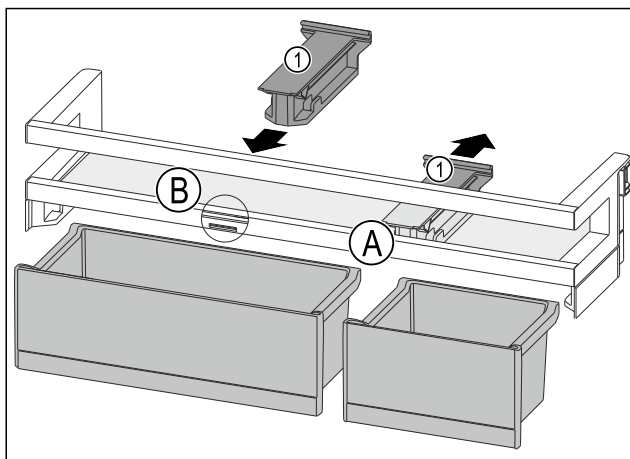

Fig. 126
- Pidržni dio Fig. 126 (1) u položaju Fig. 126 (A) skinite prema natrag.
- Pidržni dio Fig. 126 (1) umetnite u položaj Fig. 126 (B).